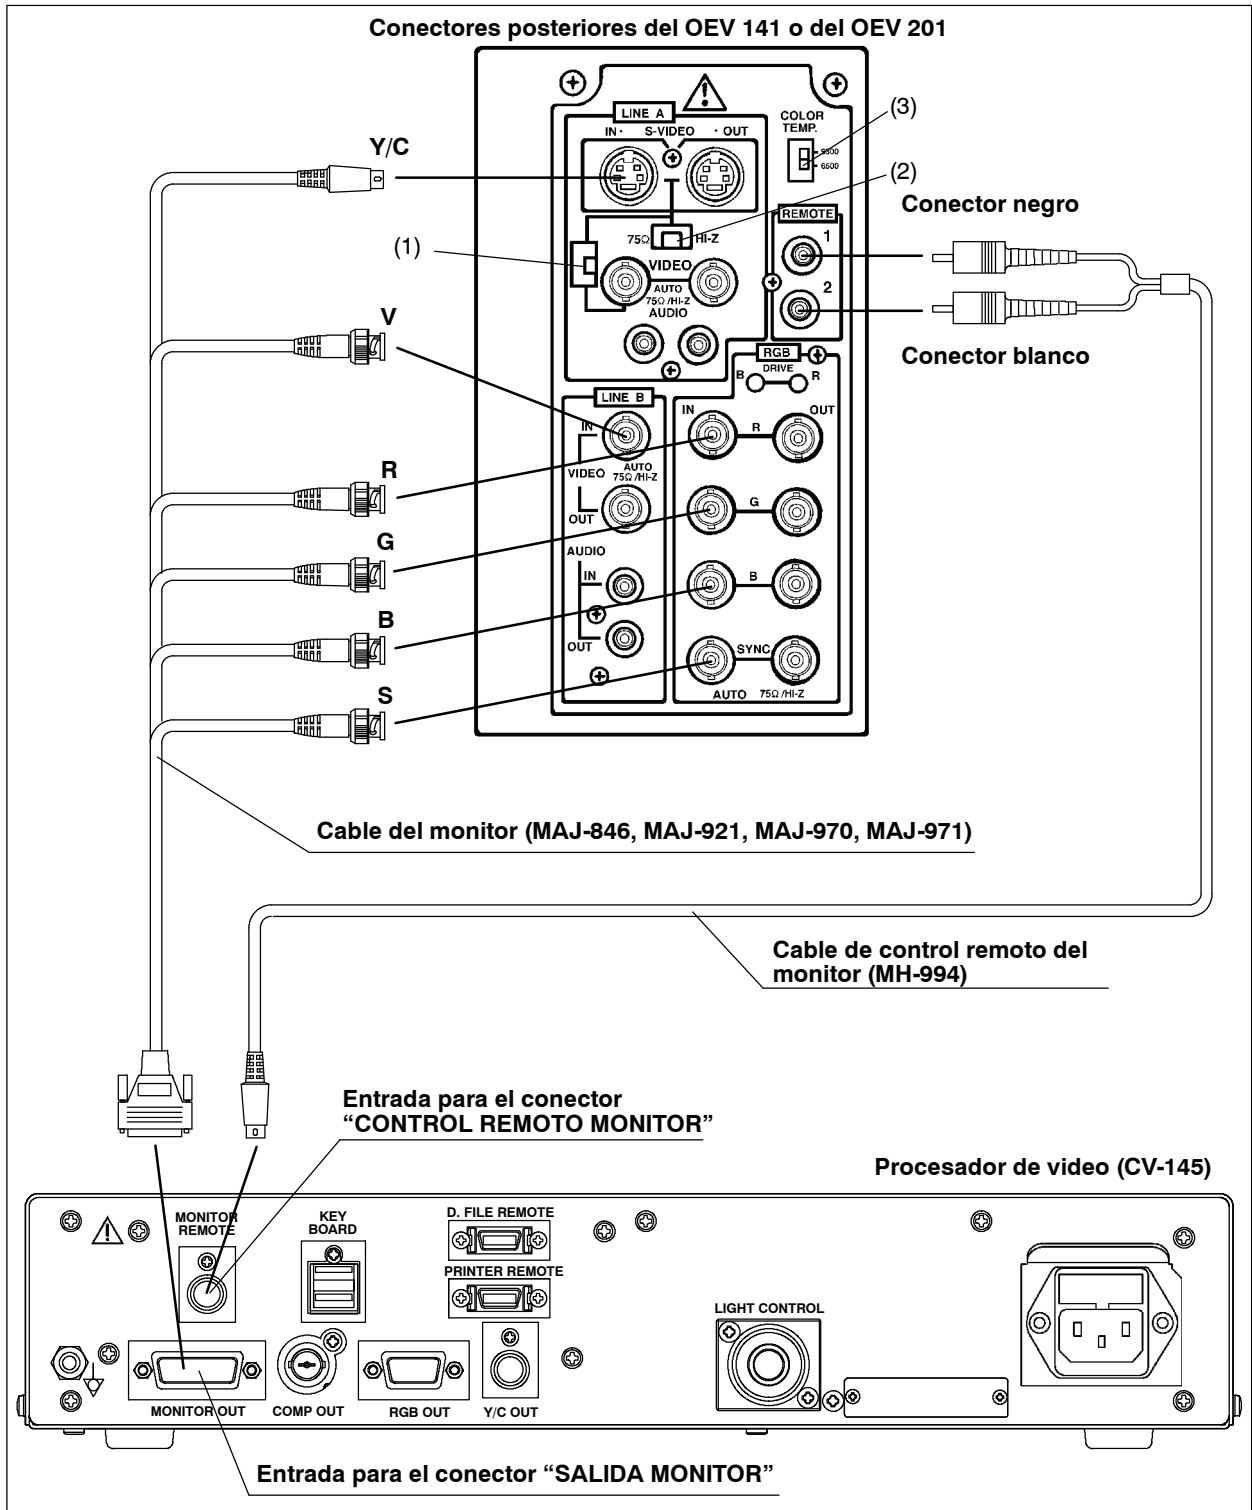

Figura 3.10
3. Conecte el otro extremo de éste cable al OEV 141 u OEV 201 como se describe en sus respectivos manuales de instrucciones (ver también figura 3.10).
4. Accione los interruptores (1), (2) y (3) de la figura 3.10 como se describe en el manual de instrucciones del OEV 141 o del OEV 201.